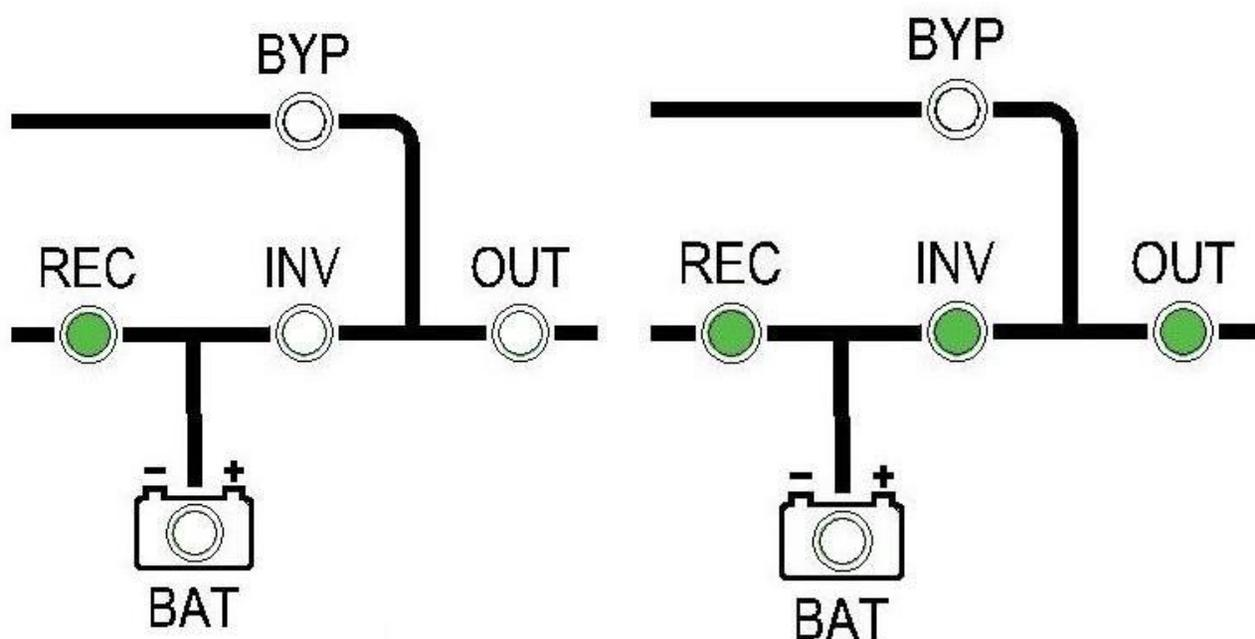

Рисунок 4.3. Состояние индикаторов в нормальном режиме
5. Светодиодные индикаторы на мнемосхеме и ЖК-экран будут отображать, что устройство перешло в нормальный режим (см. рис. 4.3).